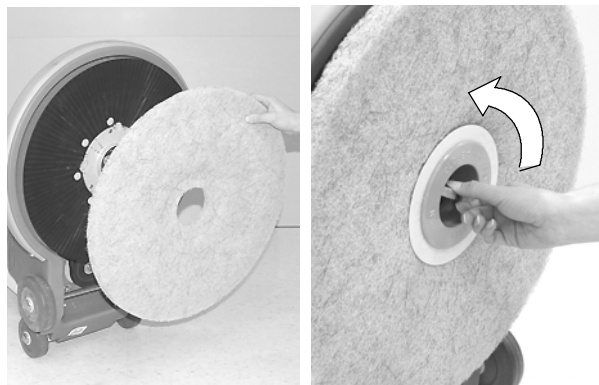

FIG. 2
3. Pour installer le patin, retirez la bague de blocage central en plastique du pignon menant du patin, en la tournant dans le sens des aiguilles d'une montre. Positionnez le patin sur le pignon menant et réinsérez la bague en la faisant pivoter dans le sens contraire des aiguilles d'une montre. Assurez-vous que la bague de blocage central est fixée fermement (Figure 2).